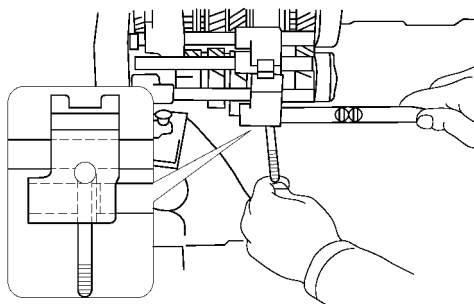

图 10-39 用磁棒将钢球装到倒挡换挡头上
1) 使用磁棒将钢球装到倒挡换挡头上，穿过倒挡换挡头安装 4 挡换挡叉轴，如图 10-39 所示。